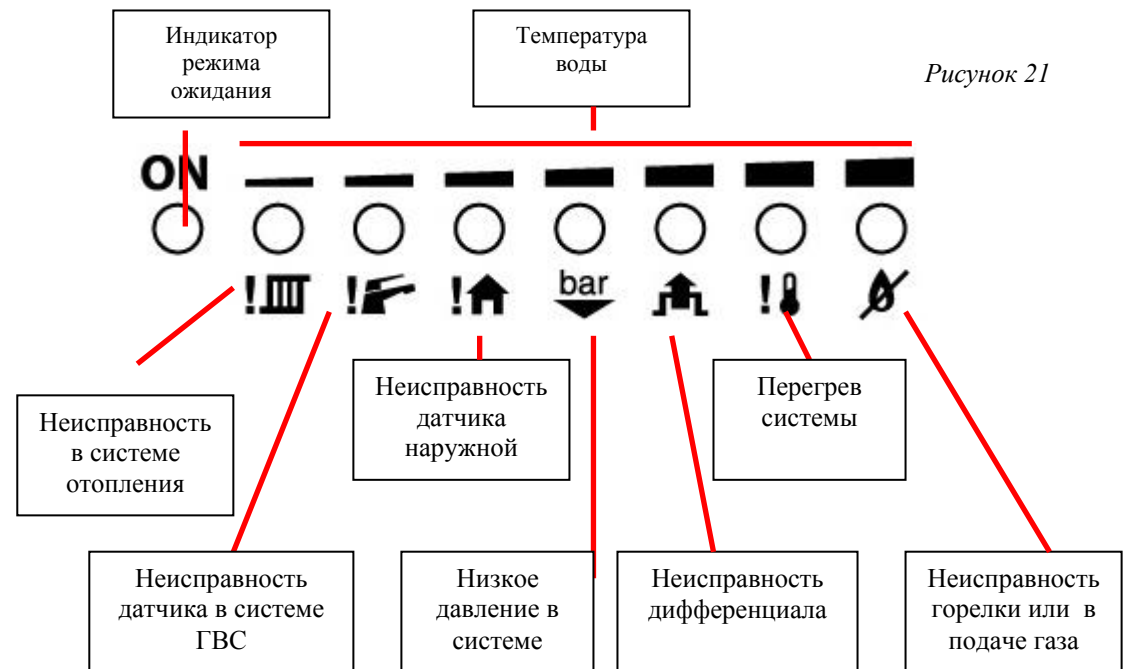

Рисунок 21
**15.4 Индикатор неисправности:** В моделях ВК(НК)-117(124,130)-B-S (базовая модификация) этот индикатор позволяет идентифицировать причину неисправности, возникшей в работе котла. Неисправность сигнализируется миганием соответствующего индикатора. В случае возникновения нескольких неисправностей, индикатор сигнализирует о наиболее приоритетной. Индикаторные лампочки горят зеленым светом если только не выключено электричество (Рисунок 21).